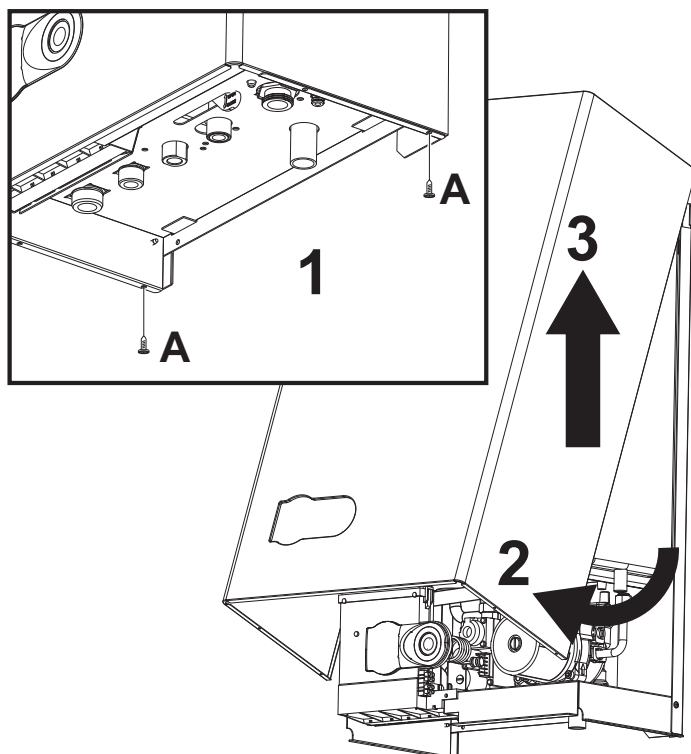

fig. 7 - Apertura de la cubierta
1. Desenrosque los tornillos A (fig. 7).
2. Gire la cubierta (fig. 7).